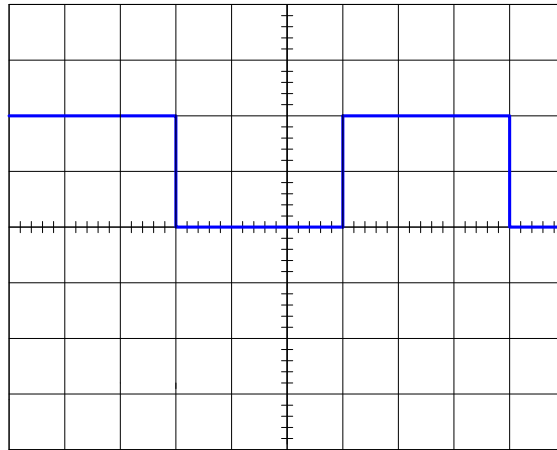

Figura 4.4. Visualització en la pantalla del senyal de l'exercici 3.
*Exercici 3: La figura 4.4 mostra la pantalla de l'oscil·loscopi per un senyal quadrat d'entrada quan s'acobla el canal vertical en mode DC. Dibuixa com es veuria en la pantalla aquest mateix senyal en cadascun dels altres dos modes d'acoblament AC i GD.*